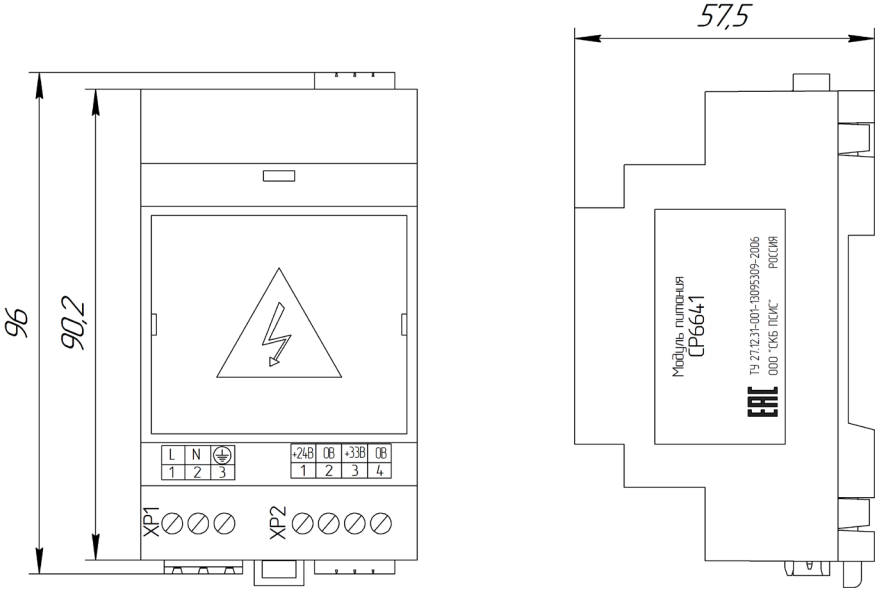

Рисунок 2
3.1 Модуль СР6641 комплектуется пластмассовым корпусом D3MG, обеспечивающим защиту (IP20) обслуживающего персонала и крепление на DIN-рейках шириной 35 мм (рисунок 2).